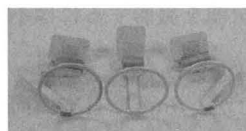

図4. 阪神インジケータ概観
- ・ 阪神インジケータ (改良二等分法) (以下、インジケータと略す。図4)